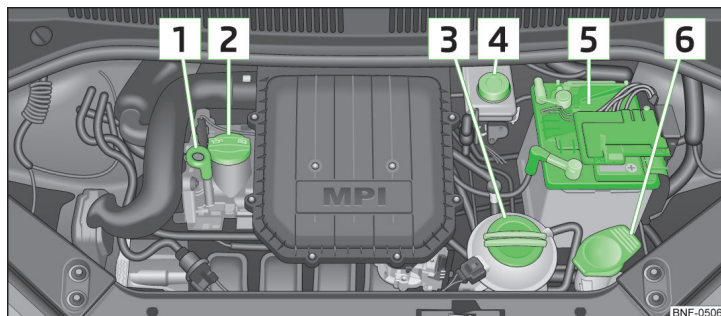

Fig. 99 Motorrum
Placering i motorrummet » Fig. 99
- Skru dækslet af motoroliepåfyldningsåbningen » Fig. 99 på side 106.